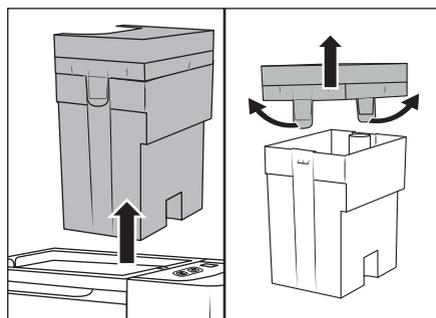

Fig. 7
- ◆ Hold i håndtaget **3** på beholderen til snavset vand **7** , og tag den ud af produktet oppefra (se fig. 7).
- ◆ Træk de to holdetapper lidt ud, og tag låget **3** af (se fig. 7).